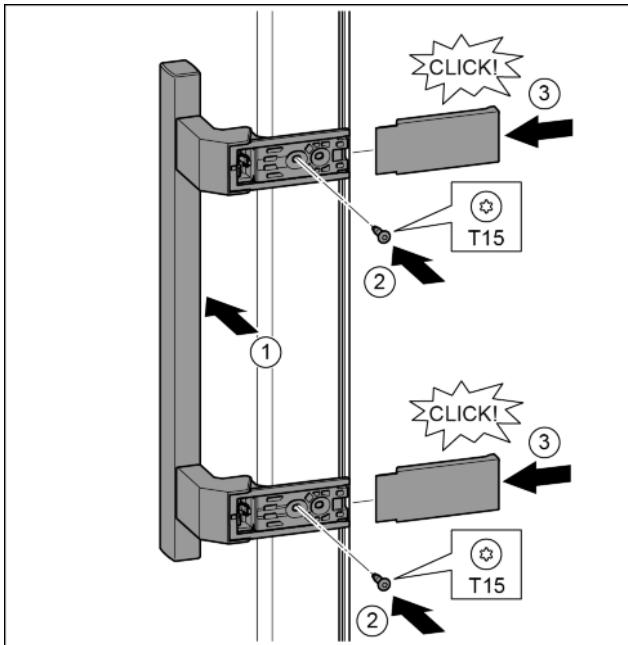

Fig. 32
- Установить ручку на противоположной стороне. *Fig. 32 (1)*
- Затянуть винты отверткой T15. *Fig. 32 (2)*
- Установить крышки сбоку и надвинуть. *Fig. 32 (3)*